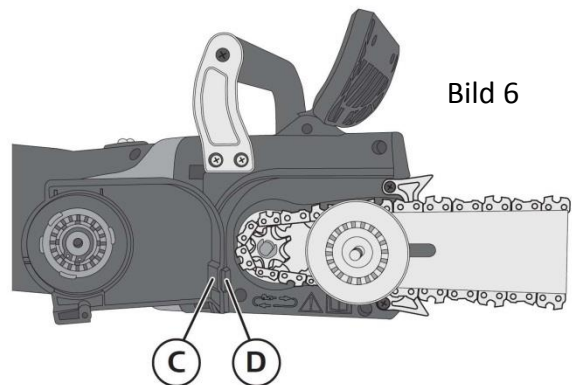

Bild 6
5. Montieren Sie die Sägekette so, dass diese über das Kettenrad geht und um die Führungsschiene (Bild 6).